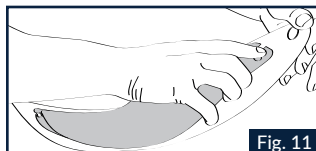

Fig. 11
anderen Zapfen aufstecken (Abb.11).
3.2 Das Visier aufbiegen und das Innensvisier PINLOCK® von den Zapfen lösen (Abb.11).